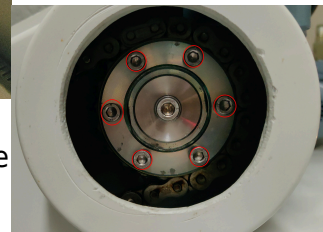

Abb. 4:
- **Rutschkupplungen** der Torantrieben **freigeben** → hierfür die im Kreis angebrachten **Inbusschrauben lösen** (Abb. 4)